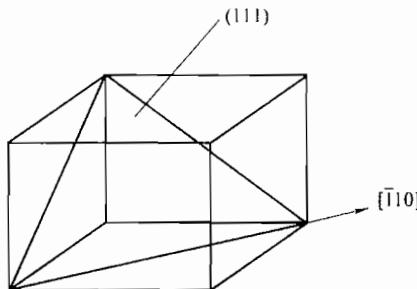

图 11-3 第三题第 4 小题解答图
4. γ 为 FCC 结构，其密排方向、密排面、致密度、配位数、晶胞中原子数分别为 $<110>$ 、 $\{111\}$ 、0.74、12 和 4；通常情况下的滑移系为 $\{111\} <110>$ ，其中一个滑移系为 $(111) [1\bar{1}0]$ ，指数如图 11-3 所示。